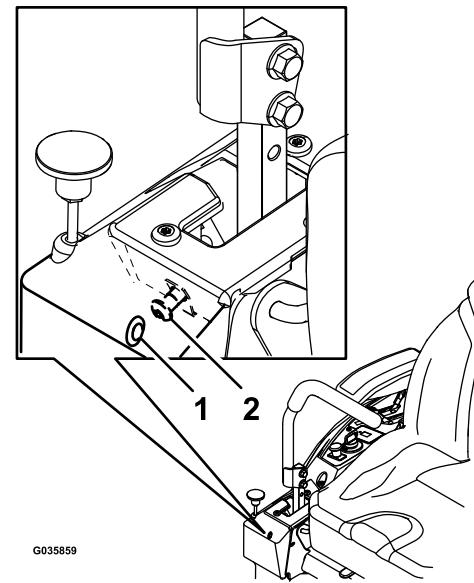

Bild 58
6. Wenn die Maschine nach rechts zieht, stecken Sie einen Sechskantschraubenschlüssel durch das Zugangsloch in der Abdeckungsplatte vorne rechts und drehen Sie die Spurweitenschraube nach rechts oder nach links, um das Spiel des Hebels einzustellen (Bild 58).
7. Wenn die Maschine nach links zieht, stecken Sie einen Sechskantschraubenschlüssel durch das Zugangsloch in der Abdeckungsplatte vorne rechts und drehen Sie die Spurweitenschraube nach rechts oder nach links, um das Spiel des Hebels einzustellen (Bild 58).